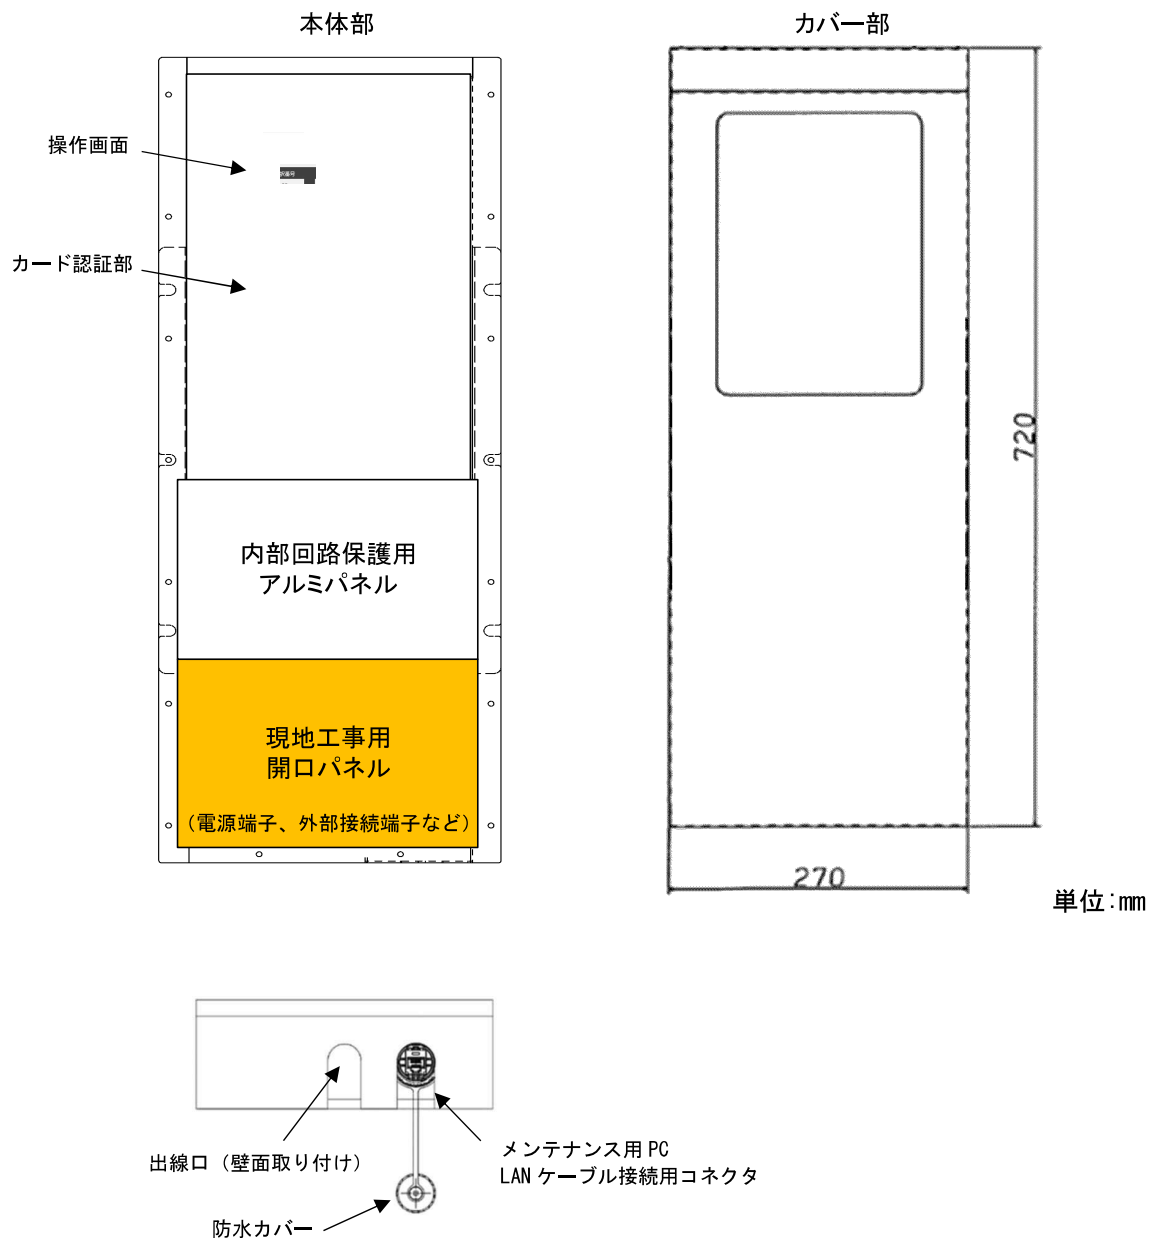

図 2-2 筐体構造図
- (1) 筐体は、本体部とカバー部の分割構造とし、現地施工時に工事者が下部パネルを開けることができる構造とします。(図 2-2 筐体構造図参照)
- (2) 本装置は、壁面またはポール設置を可能とします。